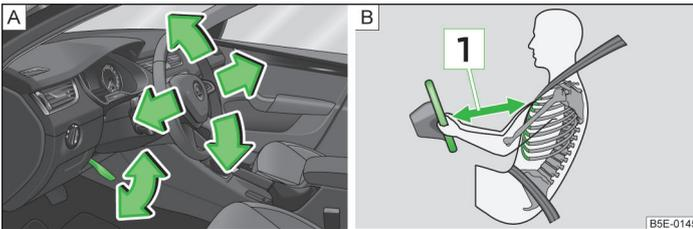

Abb. 89 Verstellbares Lenkrad: Hebel unter dem Lenkrad / sicherer Abstand zum Lenkrad
- Einen Abstand zum Lenkrad von mindestens 25 cm  einhalten » Abb. 89 auf Seite 97 - . Wenn Sie den Mindestabstand nicht einhalten, kann Sie das Airbag-System nicht schützen - Lebensgefahr!
- Den Hebel unter dem Lenkrad nach unten schwenken » Abb. 89 - .